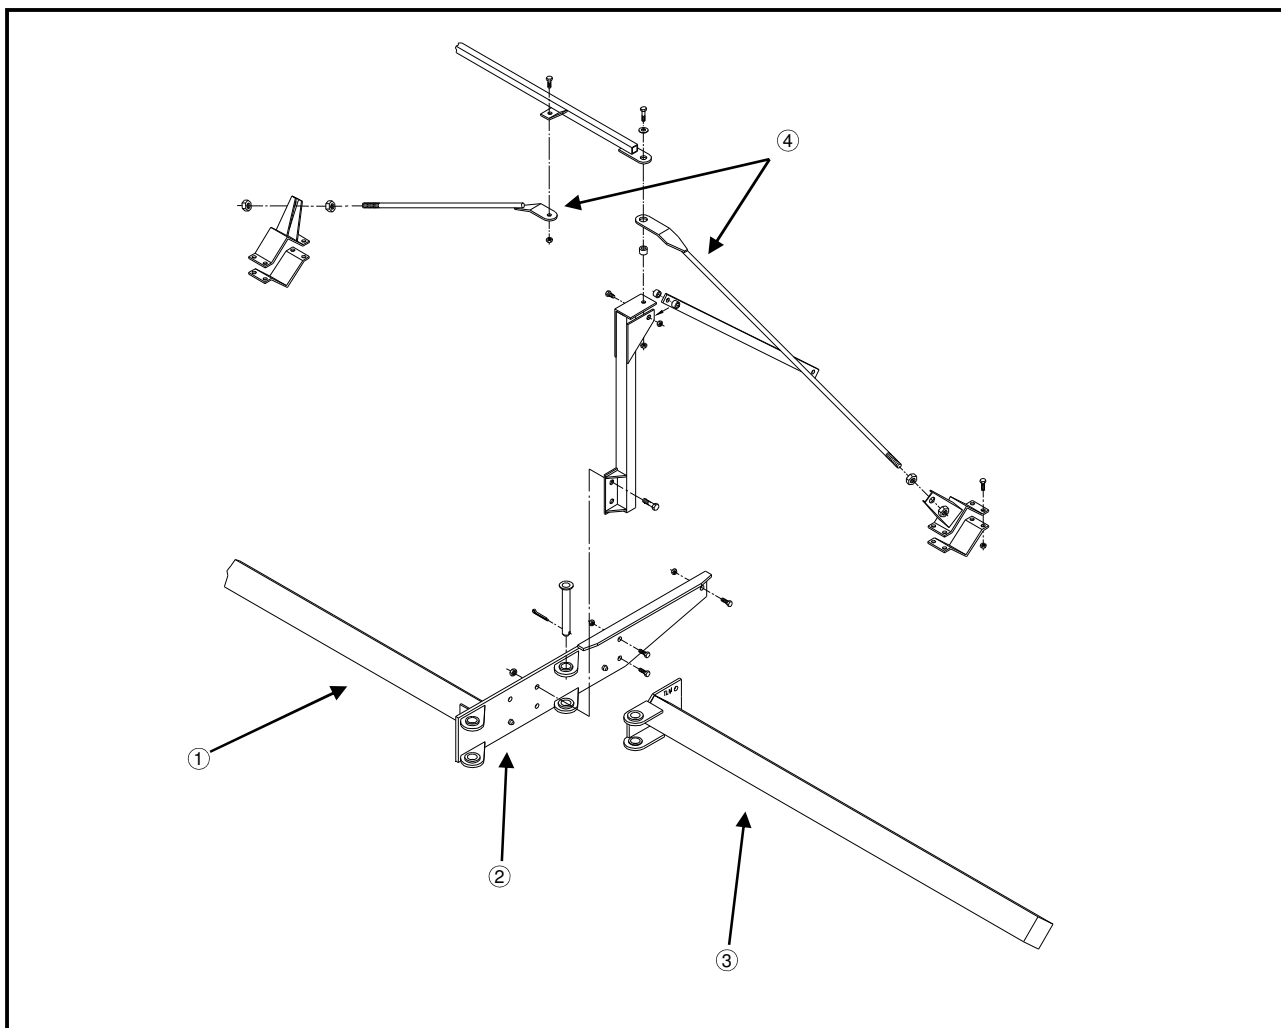

FIG 4.9
1. Agregar la barra de herramientas central (fig. 4.9, ítem 1) al marco travesaño con el equipamiento suministrado. Referirse a Partes en el Manual de Hagie 204SP para el equipamiento correcto.
El perno guía que está soldado al estabilizador de montaje debe colocarse hacia la parte inferior (fig 4.9, ítem 2)
2. Agregar el estabilizador izquierdo y derecho (fig. 4.9, ítem 3) con el equipo correspondiente. Referirse a las Partes en el Manual de Hagie 204SP .
3. Agregar las barras soporte del estabilizador de ser necesario (fig 4.9, ítem 4).